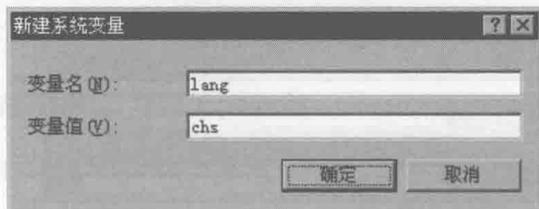

图 1.1.1 “新建系统变量”对话框
Step5. 在图 1.1.1 所示的“新建系统变量”对话框中, 创建 **变量名(N):** 为 lang、**变量值(V):** 为 chs 的系统变量。